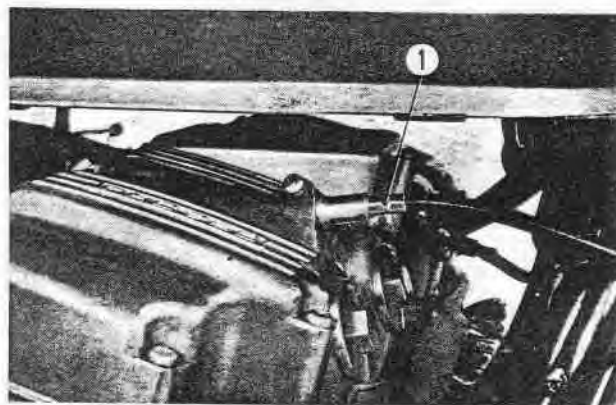

Fig. 2-2 ① Cable de compte-tours
4. Débrancher le câble de compte-tours au couvercle de culasse et enlever les capuchons des câbles à haute tension des bougies. (Fig. 2-2)